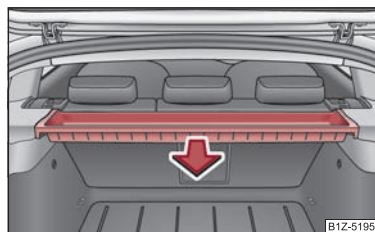

Fig. 103 Demontarea compartimentului
- Prindeți carcasa cu ambele mâini și trageți în sensul săgeții ⇒ fig. 103.